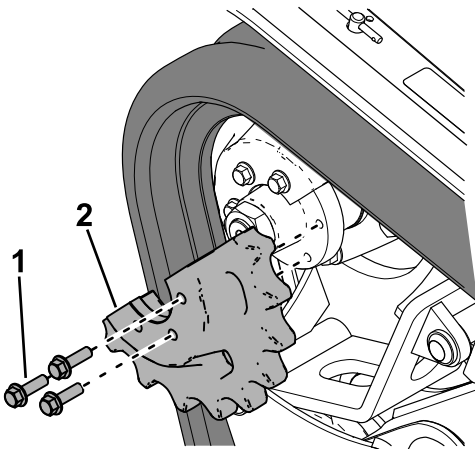

**Figura 61**
8. Utilizzando un cricchetto di trasmissione da 1/2", rilasciate la tensione di trasmissione ruotando la vite di tensione in senso orario (Figura 57 e Figura 61).
9. Rimuovete i 3 bulloni che fissano la metà della ruota conduttrice che non è innestata nel cingolo (Figura 61).
14. Avvolgete il nuovo cingolo attorno alla ruota anteriore (Figura 61).
15. Spingete il cingolo sotto e tra le ruote non motrici e avvolgetelo attorno al telaio (Figura 61).